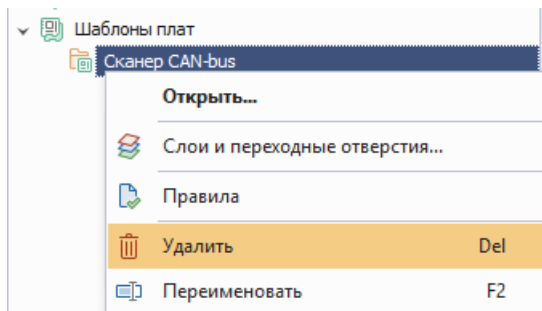

Рис. 133 Удаление шаблона платы
2. Вызовите контекстное меню и выберите пункт «Удалить», Рис. 133. Для данного действия также задана горячая клавиша Delete.